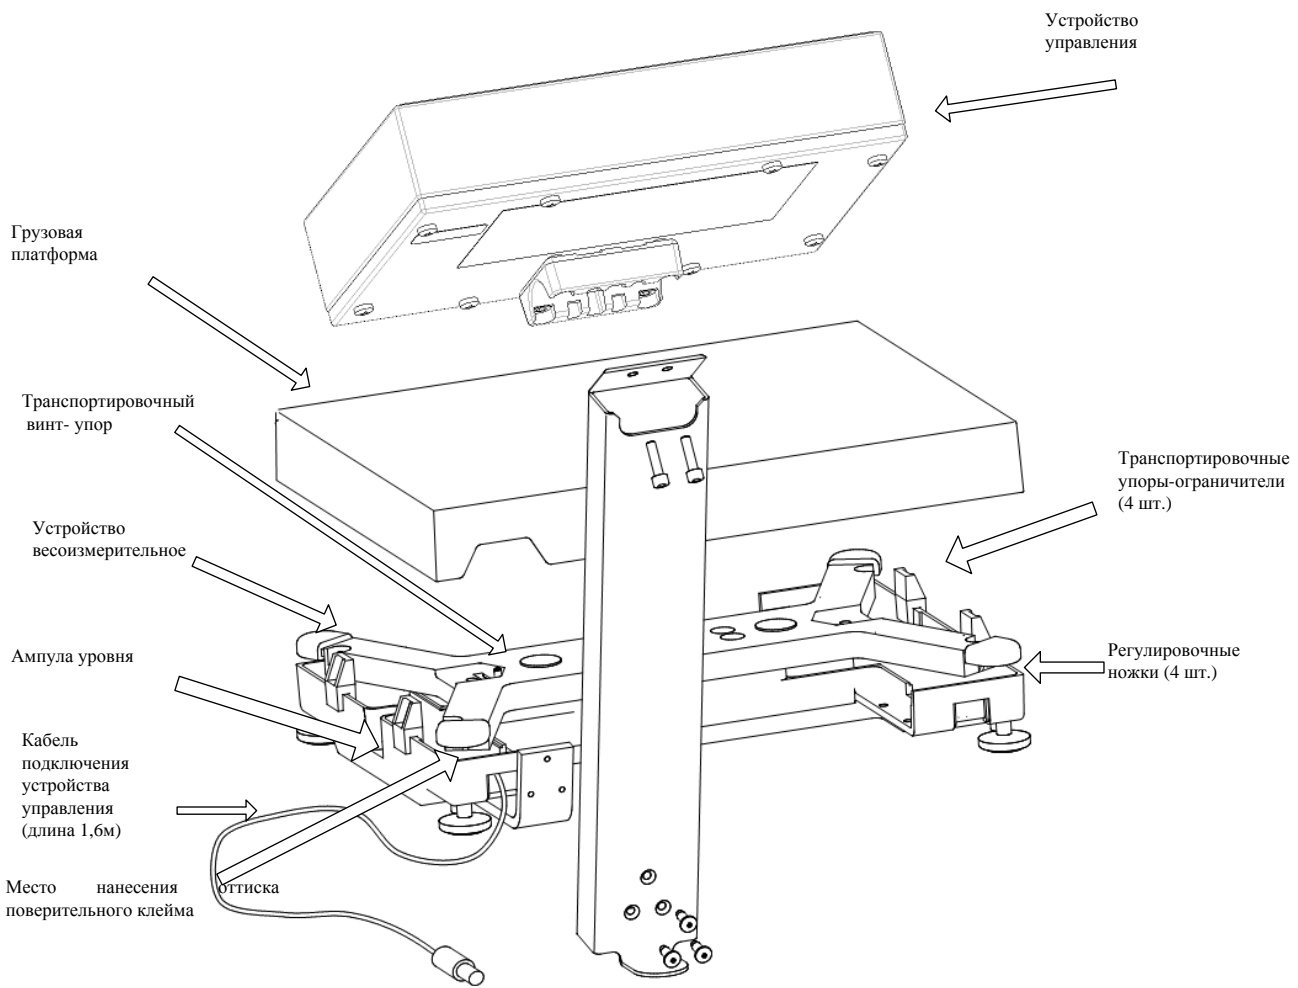

Рис. 5.1 - Весы МК_AB21,МК_AB21(RUEW)
Конструкция весов представлена на Рис. 5.1.
6.2 Снять грузоприемную платформу с весов и убрать транспортировочные упоры-ограничители (Рис. 5.1).
- нанести на весы оттиск поверительного клейма (см. Рис. 5.1);